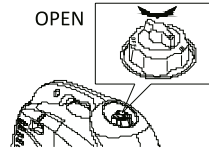

Рис. 14
- а) Переведите клапан крышки бака в положение «ON» (Рис. 14).